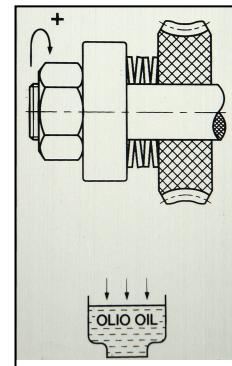

Figure 5
- Démonter la plaque ayant le dessin (figure 5) côté gauche de la tête.
- Faire le niveau d'huile nécessaire en démontant la plaque ayant le dessin (figure 5) côté gauche de la tête.